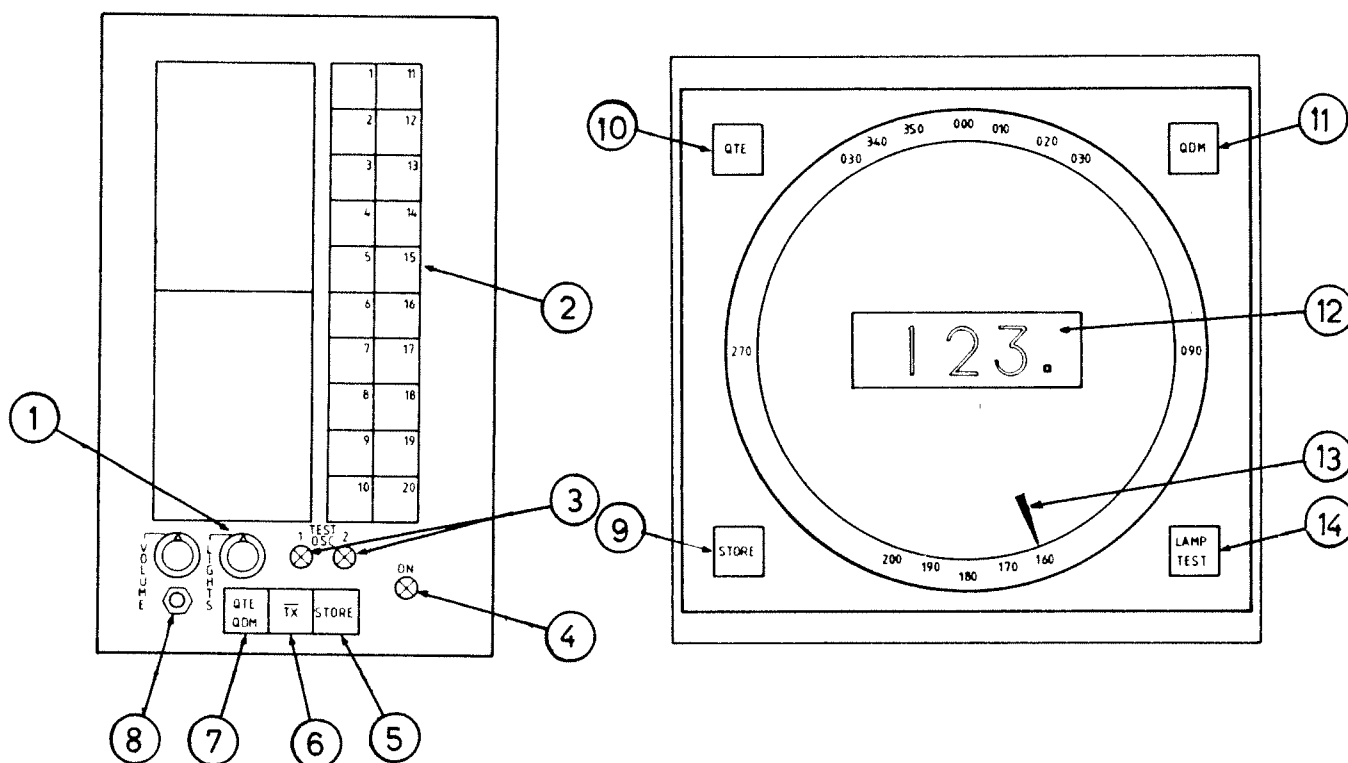

Bild 6
- Slå till utrustningen genom att ställa nätströmställaren (4) bild 6 i lägen ON.
- Samtliga kanallampor (2), vilkas linser är märkta med respektive kanalbeteckning, lyser när motsvarande knapp trycks in.
- Ljusstyrkan för indikerlamporna på manöverenheten och på indikatorenheten kan justeras med ljuskontrollen LIGHTS (1) (gäller inte siffer-rör).
- Tryck in knapparna LAMP TEST (14) och STORE (9). Kontrollera att lamporna för vektorn (13) lyser upp i takt med avsökningen.
- Välj provsändarens frekvens genom att trycka in aktuell knapp (2) bild 6 på manöverenheten. Tryck därefter in strömställaren TEST OSC 1 (3) (VHF) alternativt strömställaren TEST OSC 2 (3) (UHF).
- Välj provsändarens frekvens genom att trycka in aktuell knapp (2) bild 6 på manöverenheten.
- Nyckla den egna FYL-radiosändaren på VHF- respektive UHF- provfrekvens och kontrollera att pejlbäringen överensstämmer med det värde som erhöles vid driftsättningen, $\pm 2^{\circ}$. Tryck in knappen TX (6) på manöverenheten och kontrollera att angiven bäring försvinner på indikatorenheten.
- Tryck in knappen STORE (5) och kontrollera att det tidigare erhållna bäringsvärdet kan återkallas efter det att sändningen upphört.
- Ställ nätströmställaren (4) bild 6, på manöverenheten i läge ON samt omkopplare QTE/QDM (7) i läge QTE.
- Välj provsändarens frekvens för VHF på manöverenheten och tryck därefter in knappen TEST OSC 1 (7). Den indikerade bäringen skall nu vara densamma som provsändarens bäring, $\pm 0,5^{\circ}$. Vid behov, justera den indikerade bäringen med potentiometern R54 på diskriminatorkortet.